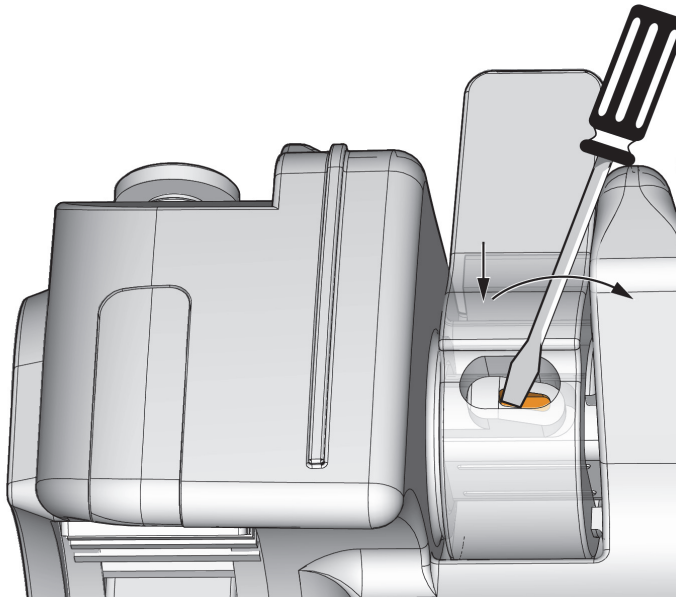

Figura 5-9 Apertura della chiavetta dell'asse del freno
3. Inserire l'estremità di un cacciavite a taglio nell'apertura della chiavetta dell'asse di dimensioni minori (vedi Figura 5-9 a pagina 86).
4. Spingere verso il basso la chiavetta dell'asse e basculare il cacciavite verso l'interno per spingere l'asse verso l'esterno (riferirsi alle frecce nella Figura 5-9 a pagina 86).